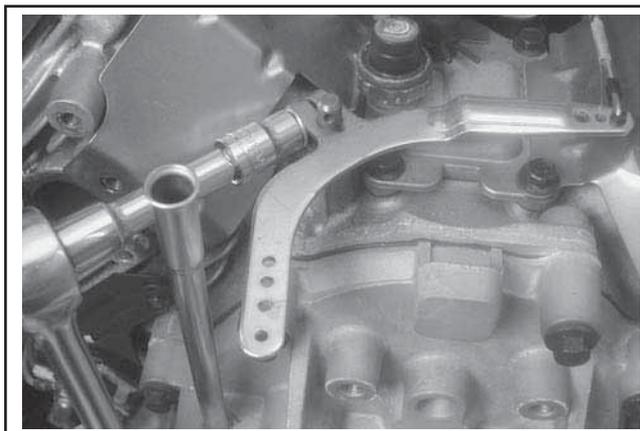

Figure 9-25. Enlèvement du levier du régulateur.
1. Desserrer l'écrou hexagonal à embase et enlever le levier du régulateur du petit arbre transversal. Voir la Figure 9-25. Laisser le levier attaché aux leviers du papillon et poser le groupe sur la partie supérieure du carter moteur.